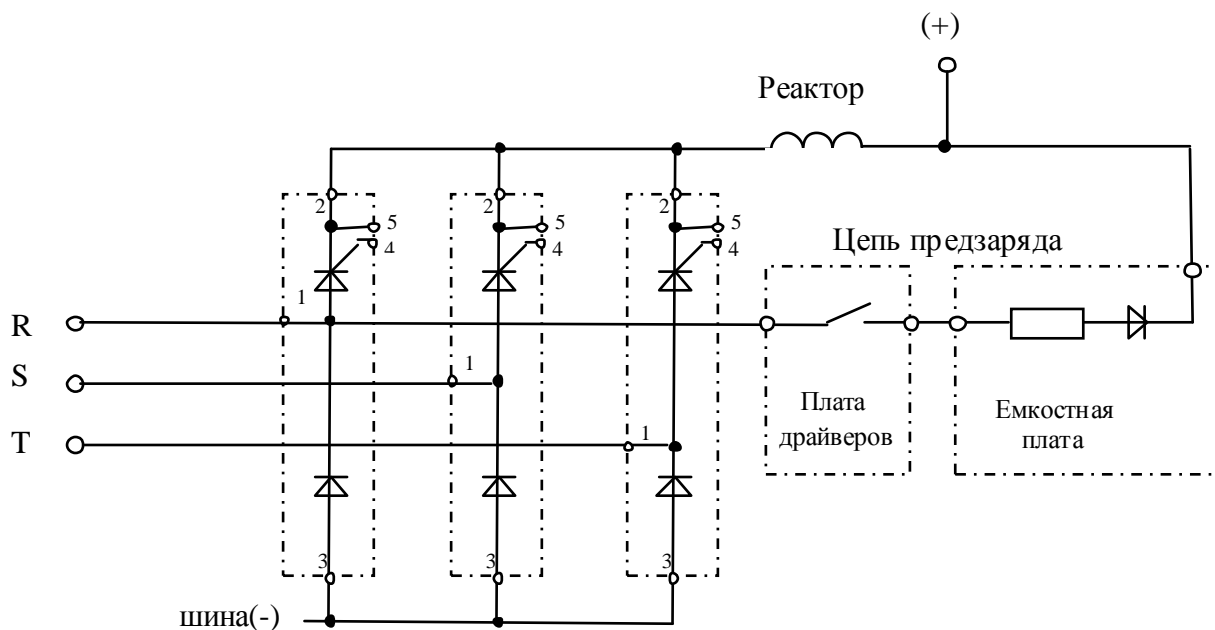

Рис. 4.4.
4.7.2. Электрическая принципиальная схема входных диодно-тиристорных модулей приведена на рис.4.4. (на схеме также показаны внешние силовые клеммы ПЧ и цепь предзаряда).
4.7.13. Если цепь исправна - перейти к п. 4.8, если неисправна - произвести замену емкостной платы или/и платы драйверов (см. схему на рис. 4.4) в соответствии с п.п.5.7, 5.5 и продолжить диагностику по п.4.8.